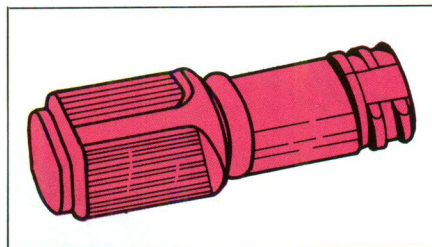

Figura 5. Adaptador de poliuretano.
a) **Adaptador simple** (figura 5). Su tiempo de permanencia es variable (máximo un año).